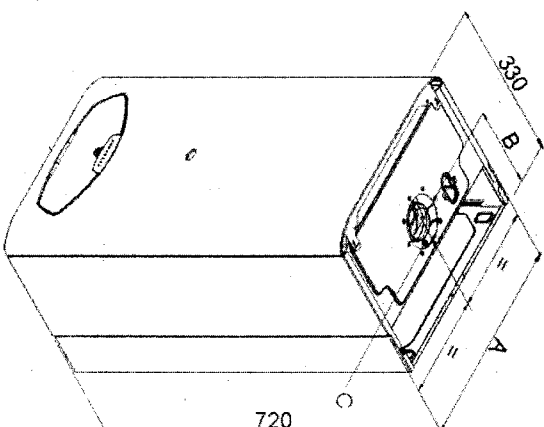

Figura 13
12.1 Inainte de instalare la modelele BK/HK B x20/x24/x30 se verifica daca in cutie se gasesc: centrala, manualul utilizatorului, consola de sustinere, desenul de montaj si accesoriile pentru instalare. Dimensiunile centralei sunt date in *figura 13*.